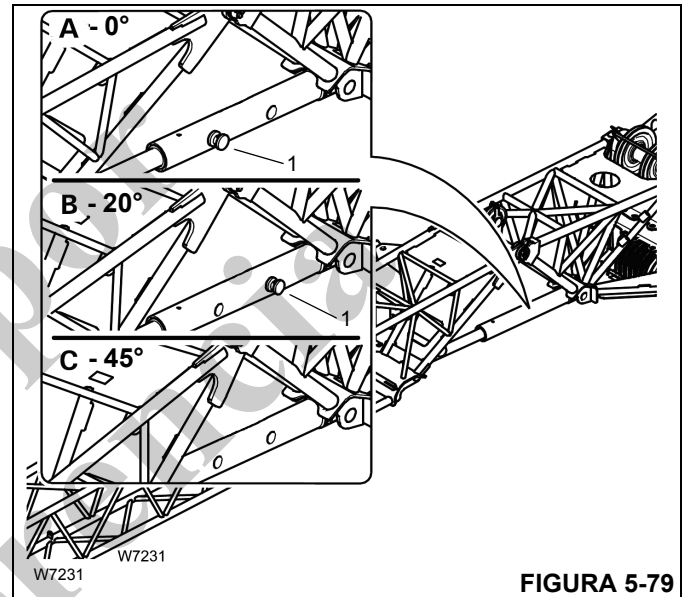

FIGURA 5-79
Consulte Figura 5-79.
1. Eleve la extensión con la grúa auxiliar hasta que el pasador (1, Figura 5-79) se libere de carga.
2. Eleve o baje la extensión con la grúa auxiliar hasta que el pasador de ajuste se pueda instalar en el orificio y en el ángulo requerido (consulte Figura 5-79).
4. Baje y extienda la pluma hasta que la punta de la extensión de la pluma toque el suelo y se libere la presión del pasador de ajuste (1, Figura 5-79).
6. Eleve o baje la pluma con hasta que el pasador de ajuste se pueda instalar en el orificio y en el ángulo requerido (consulte Figura 5-79).